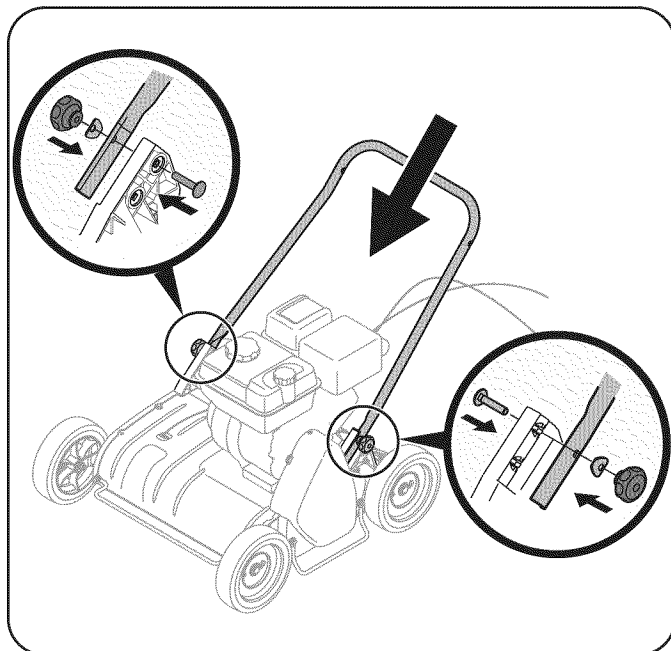

Figura 1
2. Coloque la manija inferior como se muestra. Vea la Figura 1.